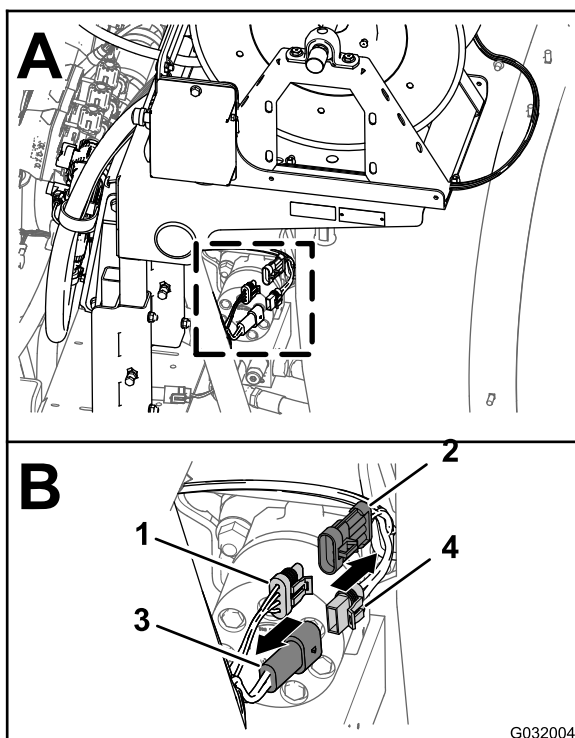

Figura 3
1. Nella parte posteriore della macchina, individuate il cablaggio preassemblato per il kit avvolgitubo elettrico nella parte posteriore del serbatoio dell'irroratrice (Figura 3).
2. Scollegate il connettore a 2 prese del cablaggio per il kit avvolgitubo elettrico dal connettore a 2 pin del cablaggio principale posteriore (Figura 3).
3. Scollegate il connettore a 3 pin del cablaggio per il kit avvolgitubo elettrico dalla presa a 3 pin del cablaggio principale posteriore (Figura 3).